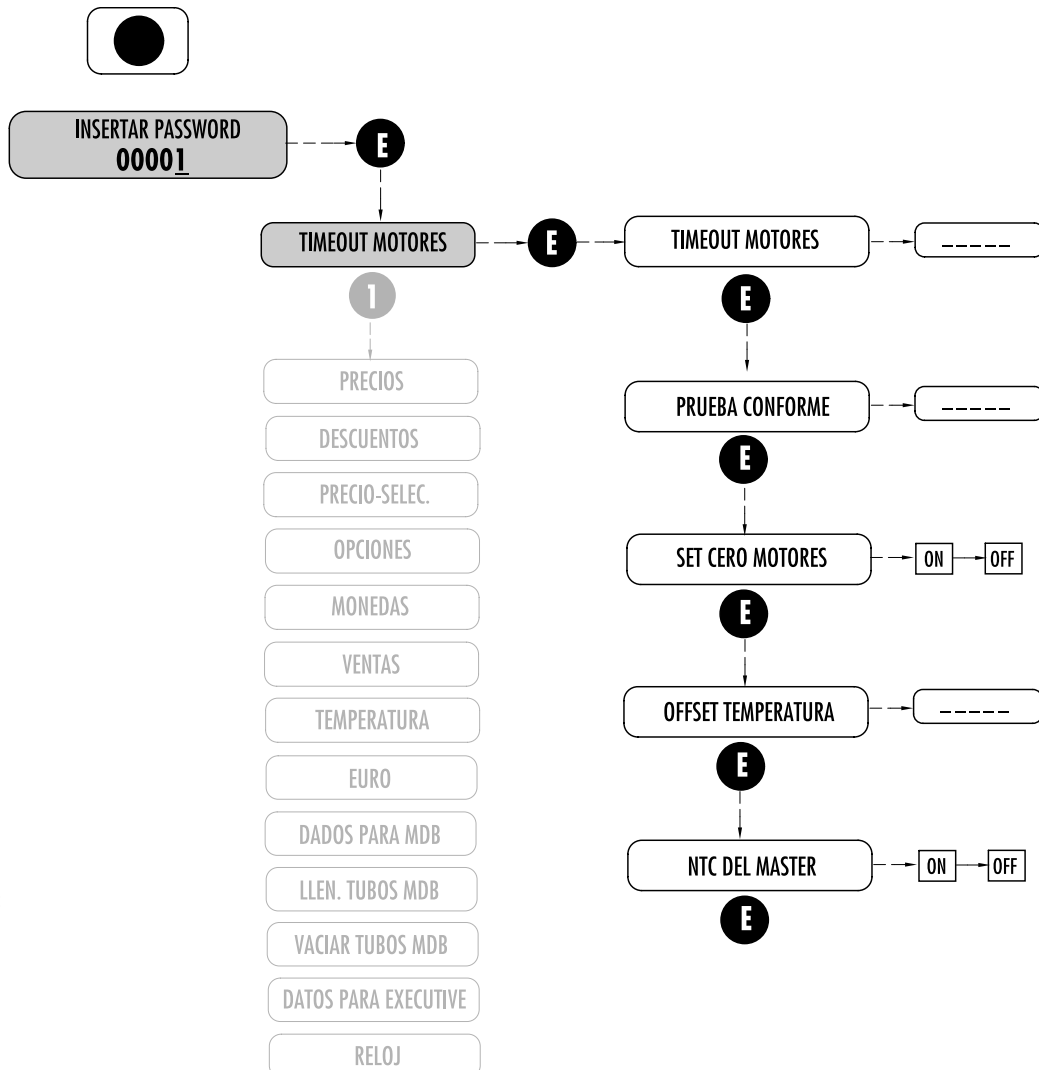

Fig. 7.4
7.2.1 TIMEOUT MOTORES (Fig.7.4)